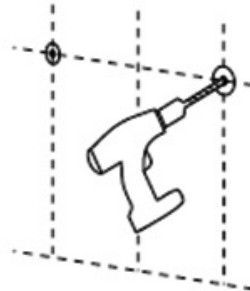

Abb. 6
2. Bohren Sie 3 Löcher in die Mauer (Abb. 6).